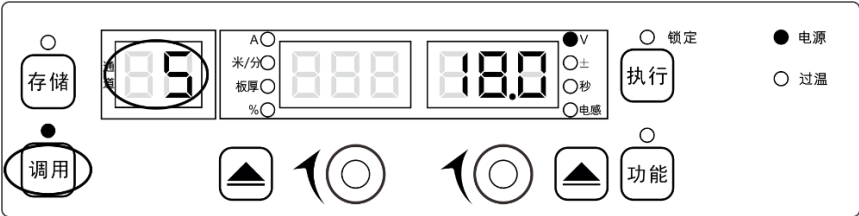

图3-21 调用设置界面
- 2. 用面板旋钮选择调用的**通道号**（1~99），按**执行**键确定通道号，如图 3-21 所示。